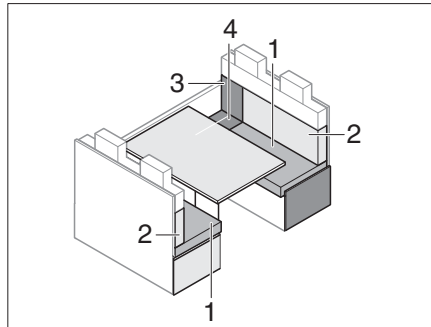

Fig. 180 Avant la transformation
- Enlever le coussin de dossier (Fig. 180,2) et le mettre de côté.